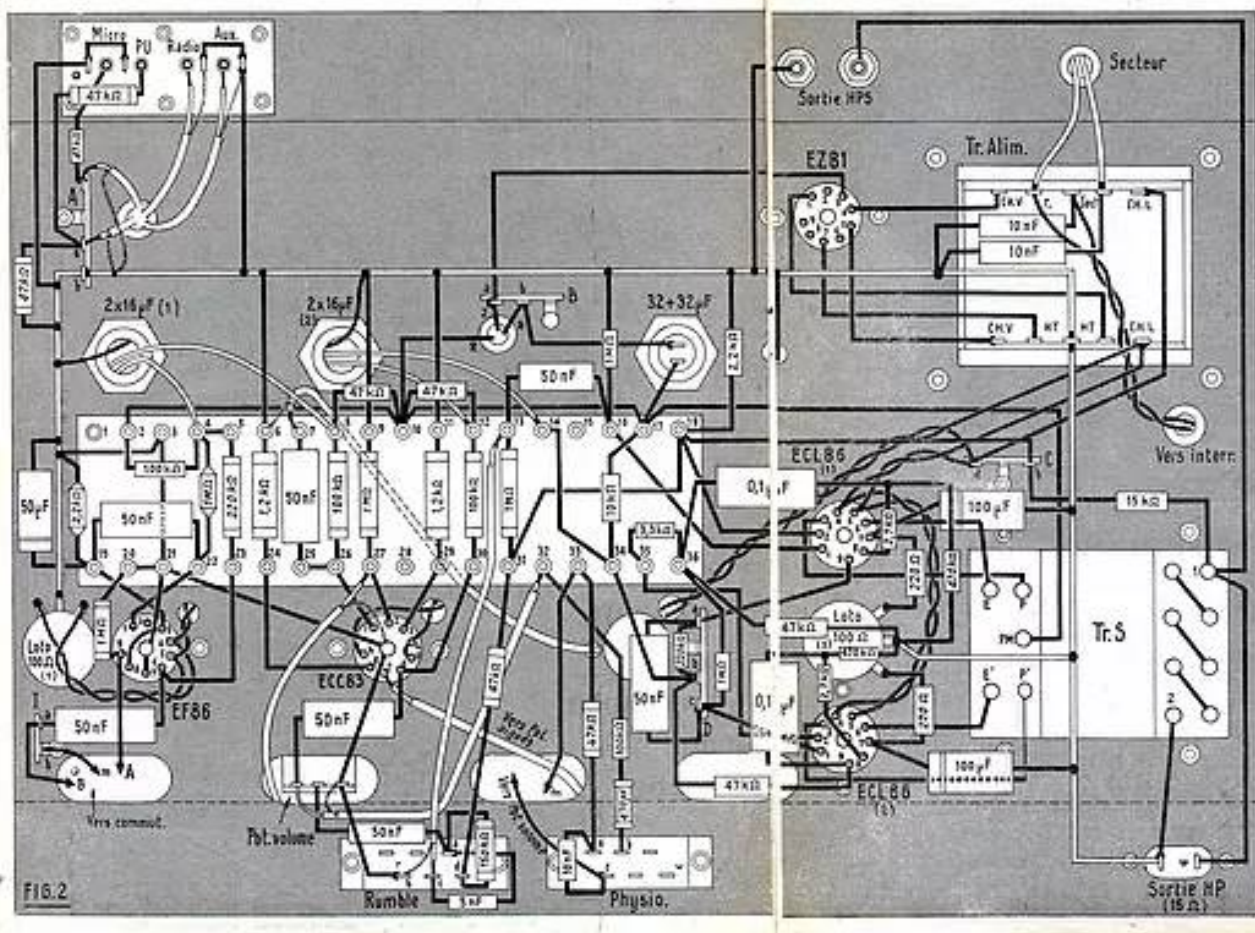

FIG. 2
La figure 2 montre le schéma de l'amplificateur de modulation. Le microphone branché à l'aide d'un jack attaque la base d'un transistor OC71 à travers un condensateur de 10 μF 12 V. Cette base est polarisée par une résistance de 100 000 Ω venant de la ligne — 12 V. L'émetteur de ce transistor préamplificateur est relié à la masse. Son circuit collecteur est chargé par une résistance de 5 000 Ω et est reliée à un potentiomètre de volume de 50 000 Ω par un condensateur de 10 μF 12 V. Le curseur de ce potentiomètre est relié à la base du transistor de sortie qui est un 2N140 ou un OC44, c'est-à-dire du même type que celui qui équipe l'étage VFO. Le condensateur qui réalise cette liaison fait 10 μF 12 V. La base est polarisée par une résistance de 50 000 Ω, venant de la ligne — 12 V. L'émetteur est relié à la masse et le circuit collecteur est chargé par le primaire d'un transfo BF. Cet organe sera un transfo de sortie pour étage push-pull. Sa valeur n'est pas critique car vous pouvez le constater, il est utilisé comme une self. En effet, la modulation se fait selon le procédé dit « choc system ». Lorsque l'ampli de modulation est branché sur le jack « Mod » de l'émetteur, la self que constitue le primaire du transfo BF est insérée à la fois dans le circuit collecteur du transistor de sortie de l'ampli de modu-
La réalisation de cet amplificateur est illustrée par les plans figures 2 et 3. Il faut d'abord monter sur le châssis les différentes pièces suivant l'implantation indiquée. Ce travail purement mécanique est très simple et ne nécessite aucun commentaire. Toutefois, vous noterez la présence à l'intérieur du châssis d'une plaque à cosse destinée à recevoir certains condensateurs et certaines résistances. Cette plaque doit être mise en place immédiatement. On aura soin de prévoir sur les vis de fixation des entretoises tubulaires qui maintiendront la plaque éloignée du fond du châssis, de manière à éviter les courts-circuits.
sur la figure 2 part du curseur du potentiomètre Loto de 100  $\Omega$ , elle est soudée sur la cosse b du relais A, sur le point milieu de l'enroulement HT du transfo d'alimentation et aboutit à une broche de la prise sortie HP. A cette ligne de masse, on relie ; les cosses 3 et 21 de la plaque I, les contacts latéraux des prises d'entrée, les cosses 6, 9, 11 de la plaque I, le boîtier du condensateur électrochimique  $2 \times 32 \mu$ F, une douille de la prise HPS, le curseur du potentiomètre loto (2) de 100  $\Omega$ . On relie le blindage central des supports EF86 et ECC83 à la cosse 21 de la plaque I.